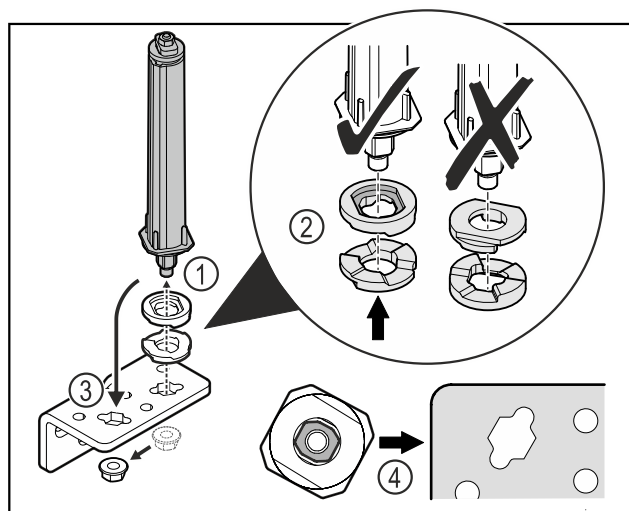

Fig. 40
- ▶ Odkręcić nakrętkę i wyjąć system blokujący drzwi Fig. 40 (1).
- ▶ Zwracać uwagę na prawidłowe ustawienie podkładek do regulacji wysokości Fig. 40 (2).
- ▶ Przetożyć system blokujący drzwi w zawiasie i zamocować nakrętką Fig. 40 (3).
- ▶ Przy wkładaniu zwracać uwagę na prawidłowe ustawienie systemu blokującego drzwi Fig. 40 (4).